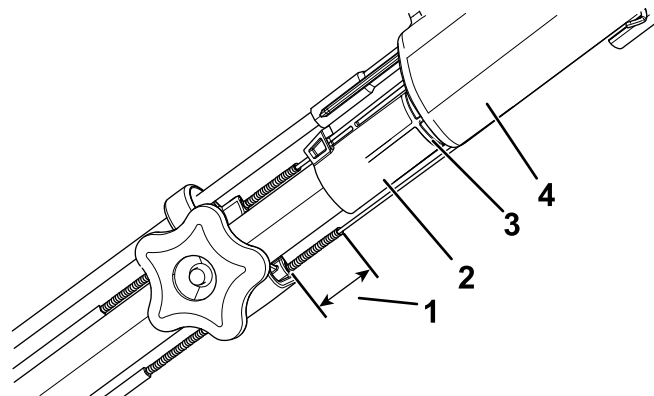

Figura 31
**Nota:** Ambos cables deben sobresalir 38 mm (1½") de las abrazaderas cuando el manillar está alineado con la primera marca de la guía; consulte Figura 31.